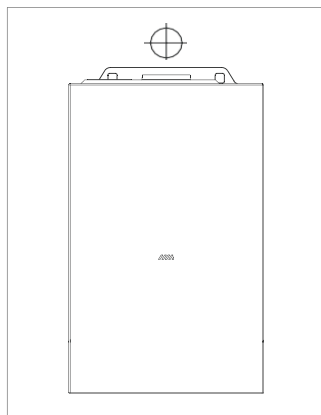

Рис.8
- г) далее котел навесьте на подвесную панель (рис. 8)